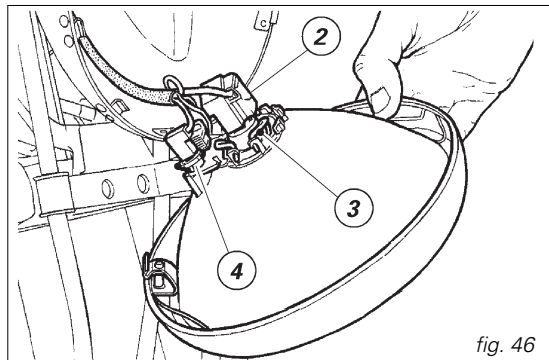

fig. 46
Proiettore (fig. 45 e fig. 46)
Per accedere alle lampadine del proiettore svitare la vite inferiore (1) che fissa il gruppo cornice/parabola al corpo. Staccare il connettore (2, fig. 46) dalla lampadina del proiettore. Sganciare la molletta (3, fig. 46) di tenuta della lampada e rimuoverla dal supporto. Sostituire la lampada.
Per sostituire la lampadina della luce di posizione, staccare il connettore (4, fig. 46). La lampadina ha un innesto a baionetta, per estrarla occorre premere e ruotarla in senso antiorario. Sostituire la lampadina e inserirla premendo e ruotandola in senso orario fino allo scatto nella sede. Rimontare il connettore e fissare il complessivo cornice/parabola.